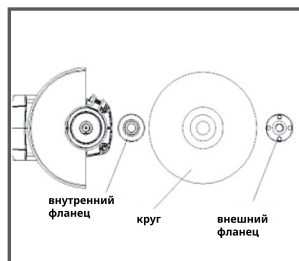

Рис. 3
1. Установите внутренний фланец на шпиндель, установите круг/диск на внутренний фланец и наверните внешний фланец на шпиндель (рис. 3).